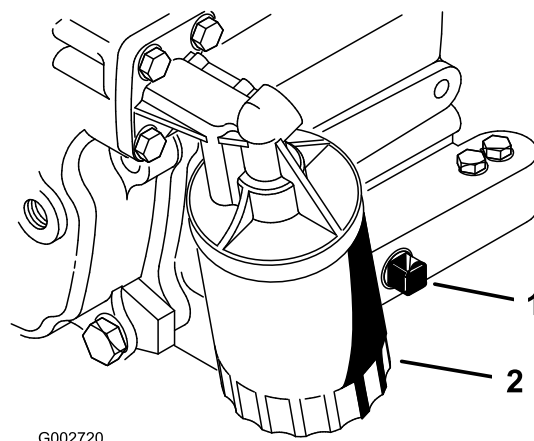

図 27
2. ドレンプラグ (図 27) を外してオイルを容器に受ける。オイルが抜けたらドレンプラグを取り付ける。
3. オイルフィルタ 図 27 を外す。